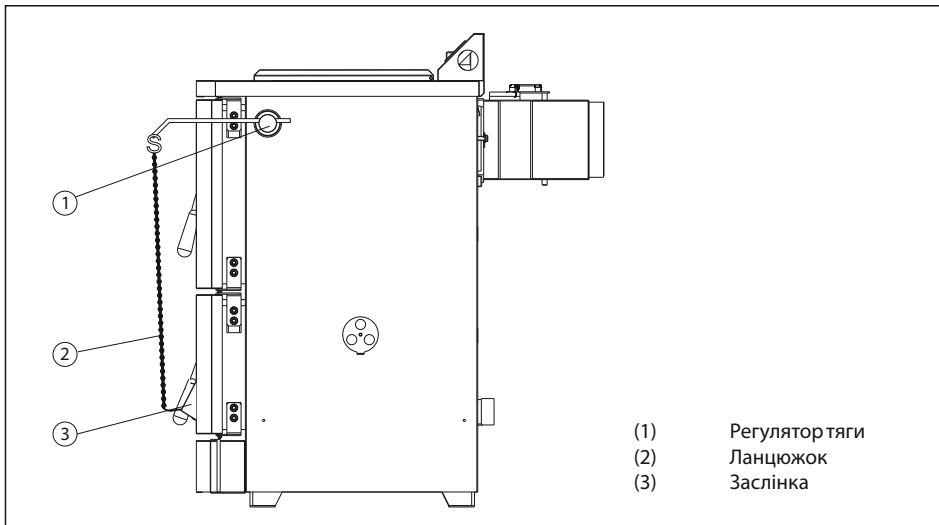

Рис. 8. Регулятор тяги
- Повністю відкрити шибер (поз.7 рис 1) і заслінку (поз.3 рис.8) подачі повітря під колосники.